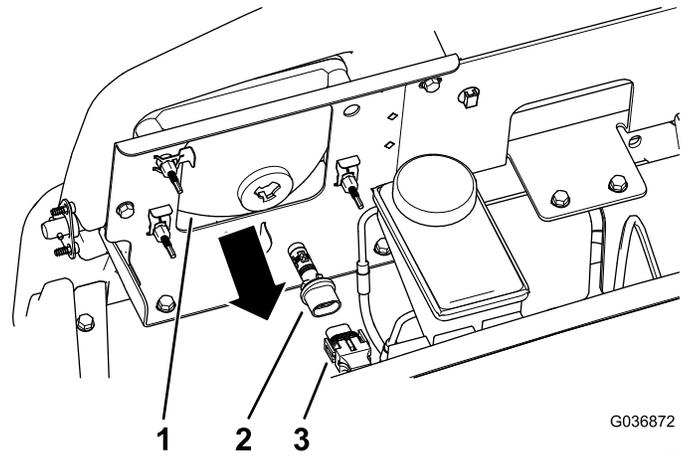

Bild 42
- Schließen Sie den elektrischen Anschluss für den Kabelbaum vom Lampenanschluss hinten am Scheinwerfergehäuse ab (Bild 42).
- Drehen Sie die Birne um eine Viertelumdrehung nach links und bewegen sie nach hinten aus dem Lampengehäuse (Bild 42).
- Setzen Sie die neue Birne und das neue Scheinwerfergehäuse ein und fluchten Sie die Nasen in der Birne mit den Schlitzen im Scheinwerfergehäuse aus (Bild 42).
- Drehen Sie die Lampe um eine Vierteldrehung nach rechts, um sie zu befestigen (Bild 42).
- Schließen Sie den elektrischen Anschluss für den Kabelbaum am Anschluss der neuen Lampe an (Bild 42).